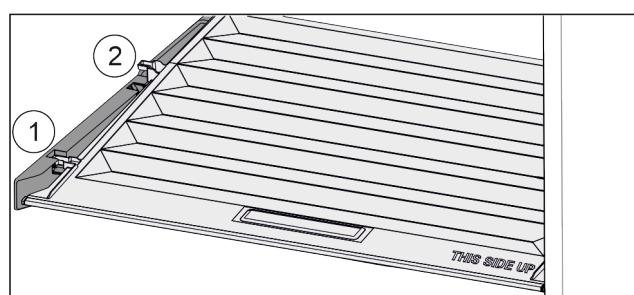

Fig. 131
- Trageți capacul în față Fig. 131 (1) până la orificiul din piesele suportului.
- Ridicați în spate de jos și scoateți Fig. 131 (2) în sus.